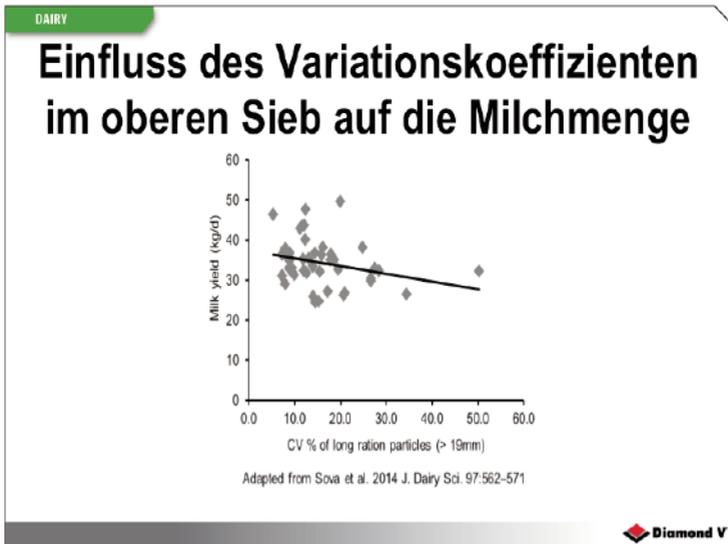

Abbildung 2
Bei einem TMR-Audit werden direkt nach dem Abladen der Ration 10 Proben, gleichmäßig verteilt in Fahrtrichtung des Mixers, genommen und mit der Schüttelbox ausgewertet. Anschließend wird der Variationskoeffizient (CV), der die Streuung eines Merkmals beschreibt, für jedes einzelne Sieb errechnet (im Vergleich zu dem Durchschnitt der 10 Proben). Das Ziel ist ein CV von  $< 3\%$  in den unteren Sieben und  $< 10\%$  im oberen Sieb (s. Abb. 2).